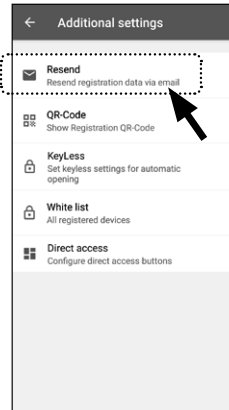

Abb. 68
- 5 Im Folgemenu tippen Sie auf „Resend“ (Abb. 68).